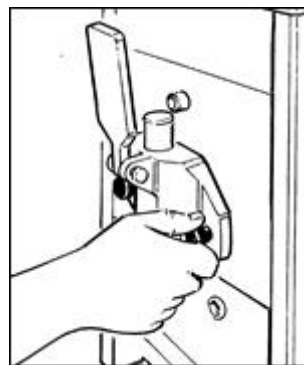

Fig. 20
- Dopo aver rimontato correttamente la flangia, serrare completamente le manopole di sicurezza (Fig. 20).